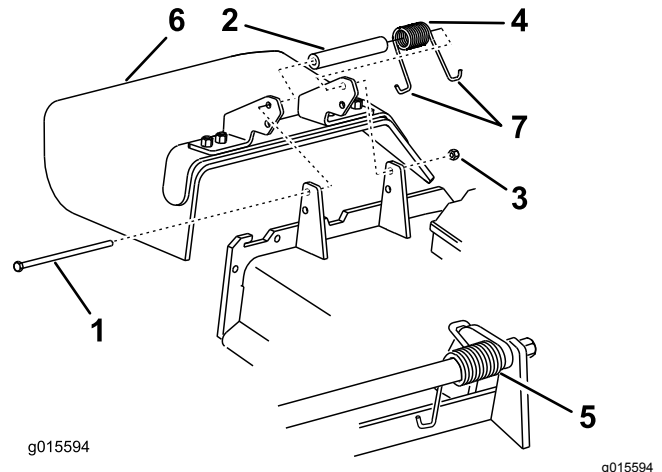

Figure 51
3. Retirez le contre-écrou, le boulon, le ressort et l'entretoise qui fixent le déflecteur aux supports de pivot (Figure 51).
5. Placez une extrémité en J du ressort derrière le bord du tablier avant de mettre le boulon en place, comme montré à la Figure 51).
Remarque: Prenez soin de placer une extrémité en J du ressort derrière le bord du tablier avant de mettre le boulon en place, comme montré à la Figure 51).
7. Placez une extrémité en J du ressort autour du déflecteur d'herbe (Figure 51).